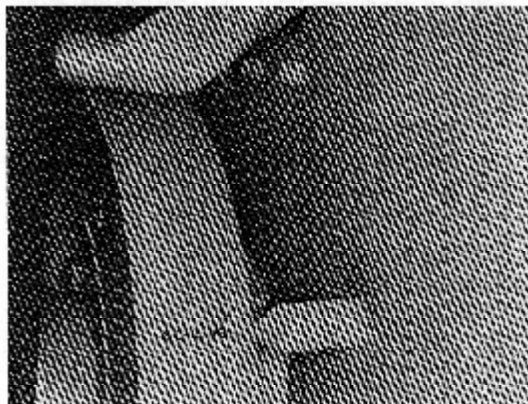

Рис. 2-59. (K21917) Метки для регулировки клапана на вибропоглотителе (КТ/КТА38)
1. Если смотреть на двигатель со стороны вибропоглотителя, Рис. 2-59, совместите метки на поглотителе со стрелками на кожухе коробки скоростей.